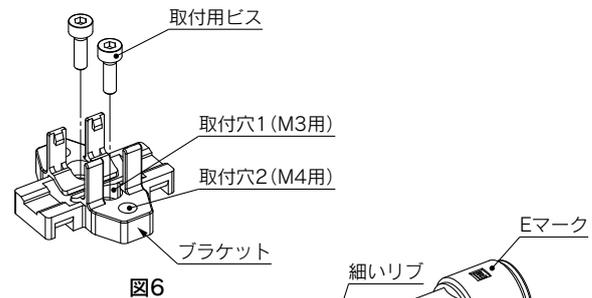

図6
①ZH18/20D□A用の標準ブラケットには、取付穴1と取付穴2の2種類の取付方法があります(図6)。
②取付穴1を用いて本体を取付ける場合、あらかじめブラケットのみを設置個所に取り付けてください(図6)。